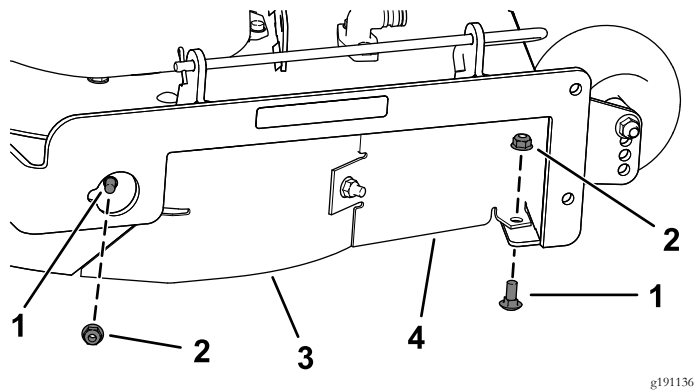

Bild 29
7. Entfernen Sie die zwei Schlosssschrauben (5/16" x 3/4") und zwei Sicherungsmuttern (5/16"), mit denen das montierte rechte Ablenkblech und die Schutzvorrichtung des Ablenkblechs am Mähwerk befestigt sind (Bild 29).